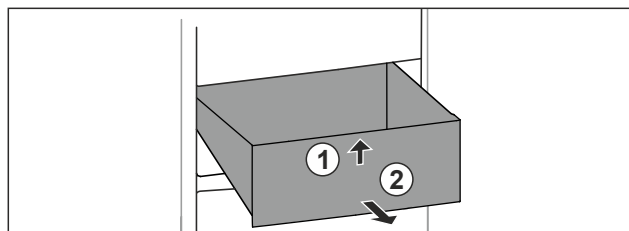

Fig. 26
- ▶ Unieść szufladę z przodu. Fig. 26 (1)
- ▶ Wyjąć szufladę do przodu. Fig. 26 (2)